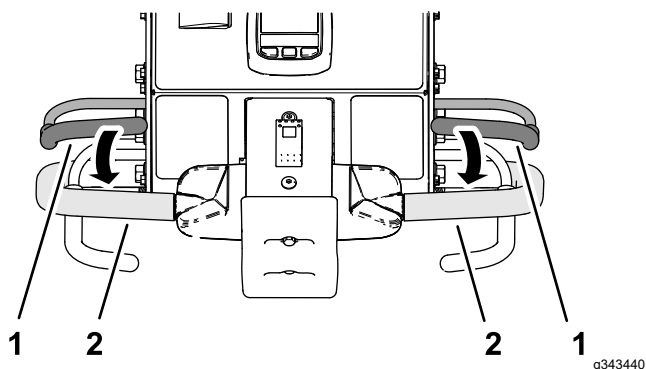

Figura 100
3. Prindeți bara de ghidare din stânga sau din dreapta și maneta pentru prezenta operatorului (Figura 100) și strângeți maneta spre bara de ghidare.